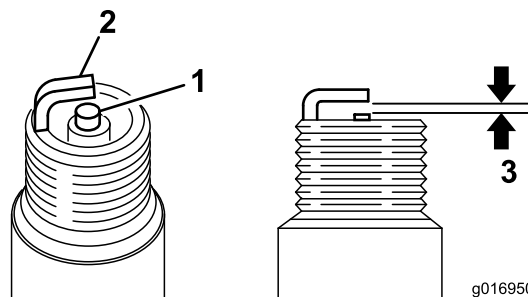

Figure 39
3. Réglez l'écartement des électrodes entre 0,6 et 0,7 mm, comme montré à la (Figure 39). Posez la bougie avec l'écartement correct et serrez-la fermement à 23 N·m